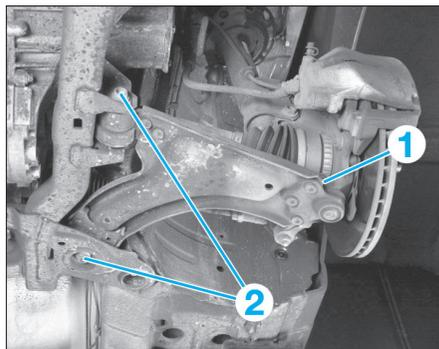

FIG. 9
- Déposer le boulon de bridage (1) de la rotule inférieure et l'extraire du pivot (Fig.9).
- Déposer les boulons (2) de fixation du bras inférieur sur le berceau et le déposer.